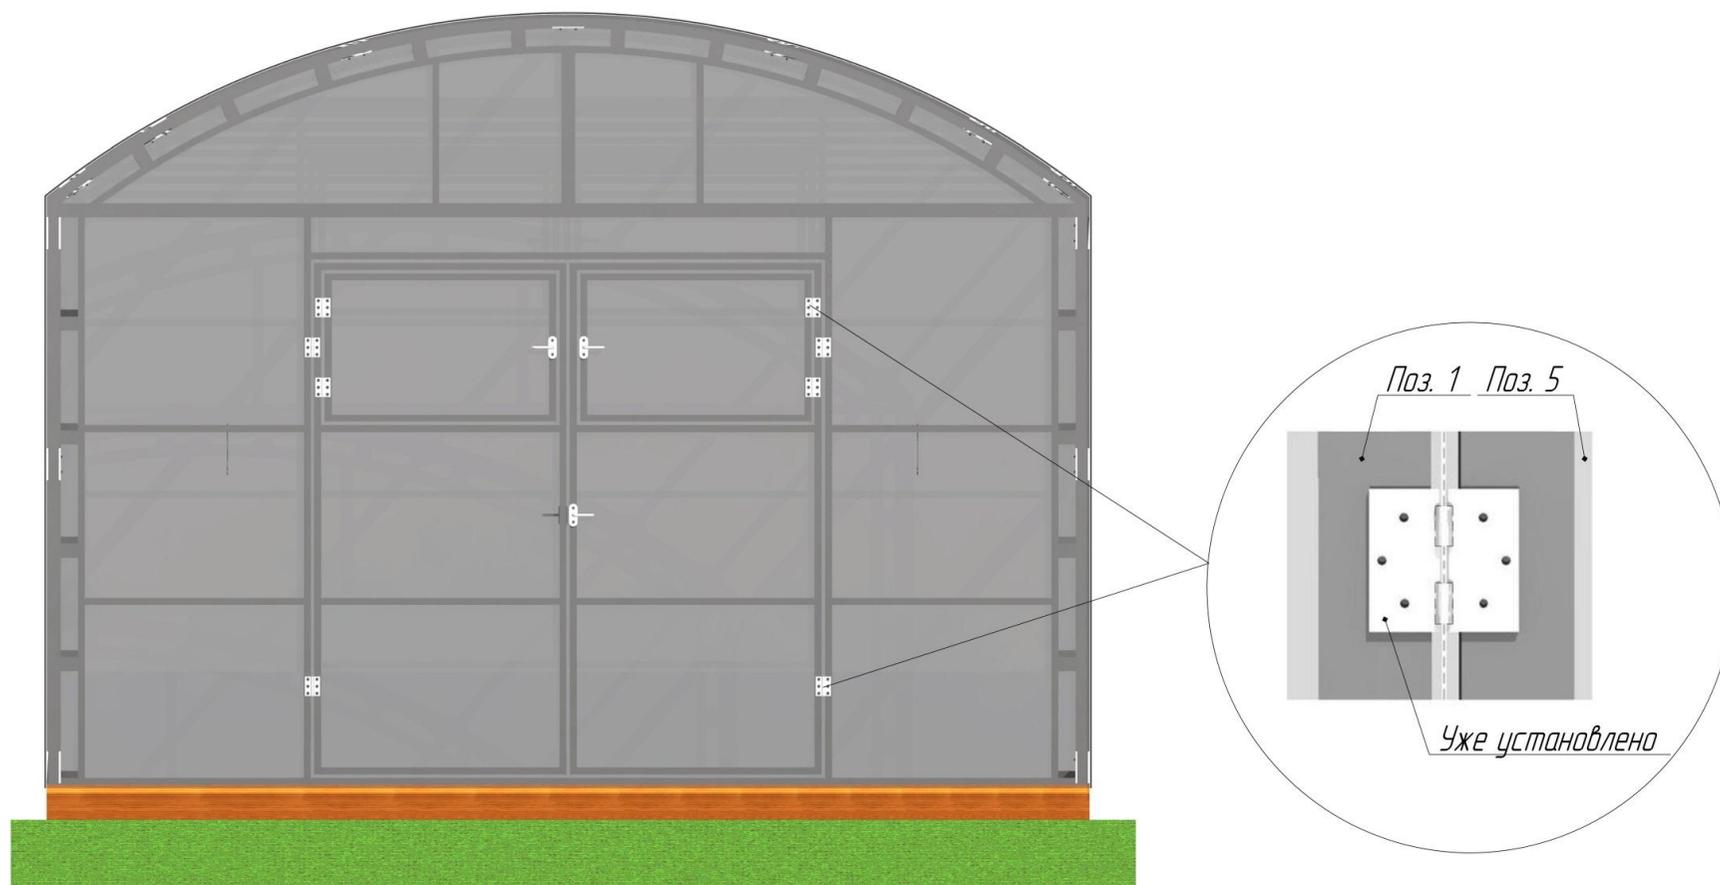

Рис. 4. Схема раскроя поликарбоната для дверей и форточек
3. Прорезать проем форточек и двери (особое внимание уделить петлям) (рис. 4).